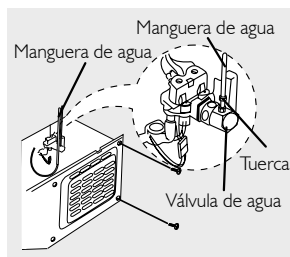

Figura 35
- Introduzca la manguera de agua por encima de la válvula de agua y gire la tuerca en el sentido de las agujas del reloj para fijarlo. (La válvula de agua se encuentra en la parte derecha de la máquina). (Figura 35)